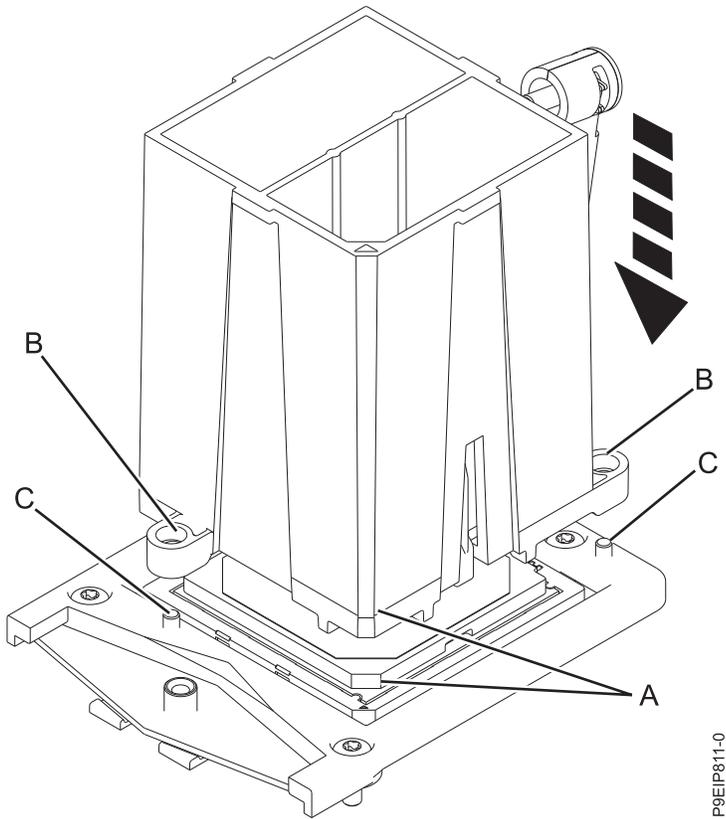

Figura 44. Instalación del módulo del procesador del sistema
11. Baje la herramienta y el módulo del procesador del sistema en el zócalo. Alinee la esquina biselada **(A)** de la herramienta con la esquina biselada del zócalo, tal como se muestra en la Figura 44 en la página 46. Asegúrese de que las dos patillas guía **(C)** se han insertado en los orificios de alineación **(B)** en cada lado de la herramienta. Tenga cuidado cuando baje la herramienta para no inclinarla. No intente deslizar la herramienta y el módulo del procesador del sistema en ninguna dirección mientras el módulo del procesador del sistema toque el receptáculo. Si la herramienta y el módulo del procesador del sistema no están alineados con las patillas guía, levante la herramienta y el módulo del procesador del sistema y recolóquelos.